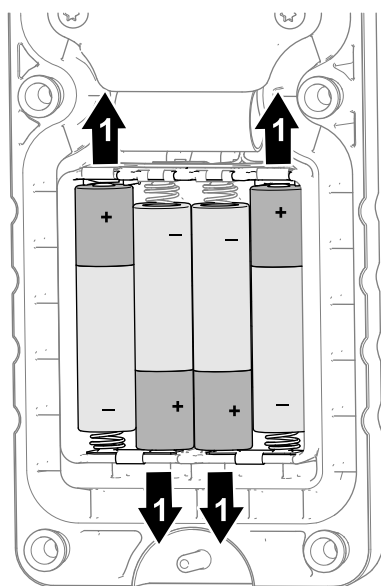

Figure 8
- En respectant la polarité des piles, comme montré à la Figure 8, insérez les piles neuves dans leur logement dans le compartiment.
Remarque: Pour ne pas endommager les logements en installant les piles, respectez les marques de polarité (Figure 8) qui sont moulées dans le compartiment des piles. Si vous n'installez les piles correctement, la machine ne sera pas endommagée mais la télécommande manuelle ne fonctionnera pas.